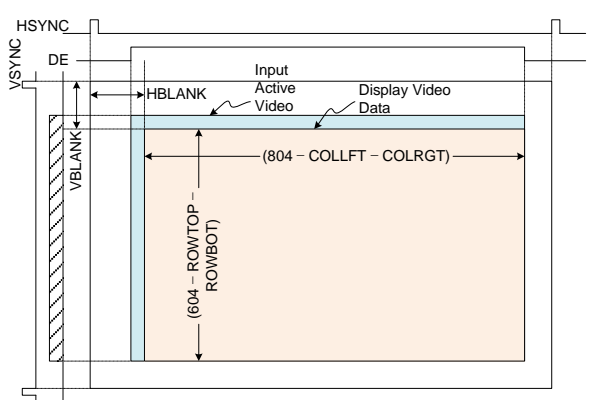
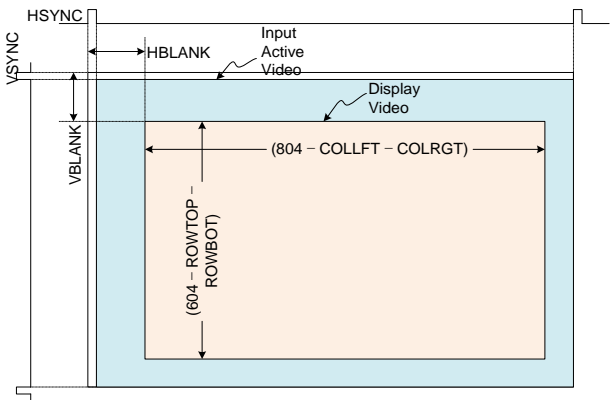

图 4-1 显示区域设置示意图(DE 有效)
图 4-2 显示区域设置示意图(DE 无效)
• VBlank 和 HBlank 设置及使用方法参见图 4-1 和图 4-2 所示